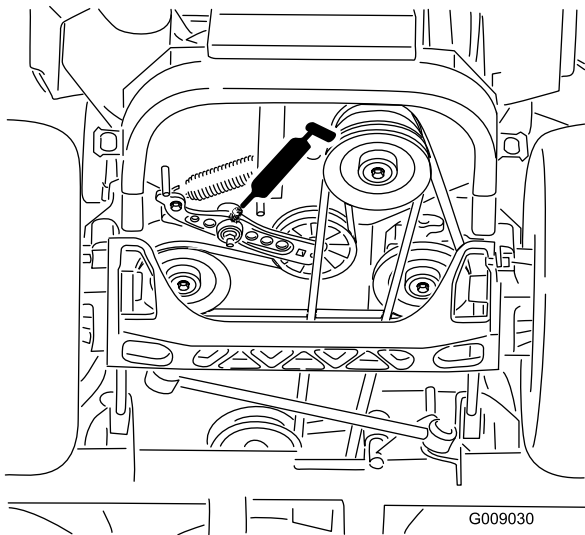

Figura 50
4. Engrase los brazos tensores de la correa de transmisión (Figura 50).